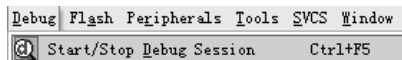

图 6-5 调试菜单
(1) 在编译完毕之后, 选择“Debug”→“Start/Stop Debug Session”选项, 如图 6-5 所示。或单击工具按钮 , 即进入仿真环境。